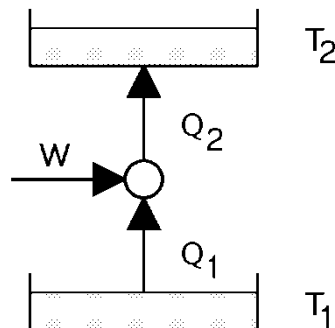

Abb. 1: Wirkungsweise einer Wärmepumpe.
6. Erklären Sie anhand Abb. 1 die Arbeitsweise einer Wärmepumpe. Mit einem Kühlaggregat, dessen maximale Leistungsaufnahme mit 100 W angegeben wird, soll ein Eisschrank bei Zimmertemperatur (20 °C) betrieben werden. Die Kälteleistung des Kühlaggregats beträgt 400 W . Wie groß ist die niedrigste Temperatur, die im Eisschrank erreicht werden kann?